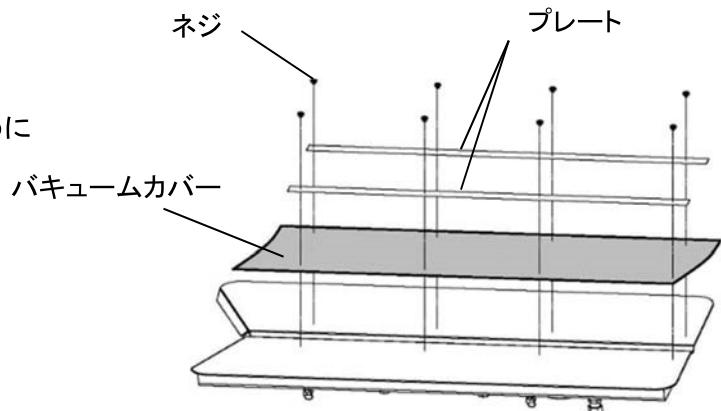

図1
- ① 下コテに、バキュームカバーを図1のようにプレートとともにネジで留めてください。